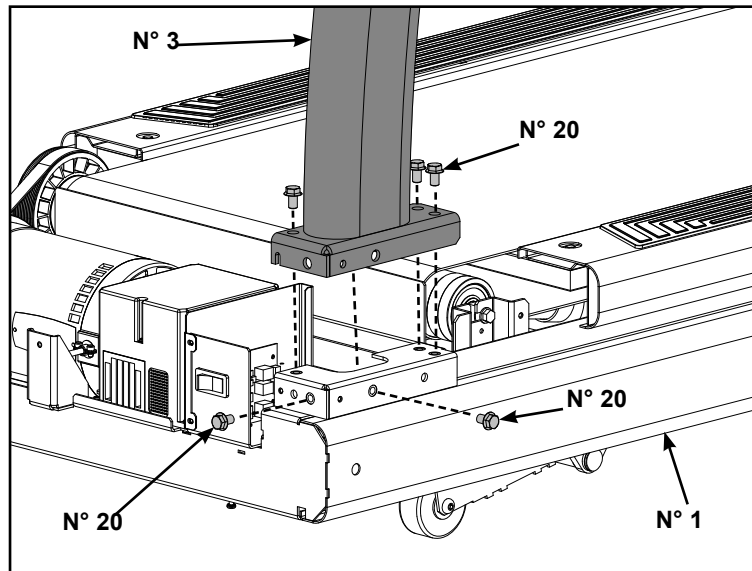

Figure 3
- B. Posez avec précaution le montant gauche (n° 3) sur la base (n° 1), tel qu'illustré. Reportez-vous à la figure 3.
- C. À l'aide d'une clé à douille de 9/16 po, serrez partiellement chacun des cinq boulons de 3/8-16 x 0,625 po (n° 20). Reportez-vous à la figure 3.
- F. À l'aide d'une clé à douille de 9/16 po, serrez complètement les dix boulons de 3/8-16 x 0,625 po (n° 20) fixant les montants à la base. Reportez-vous à la figure 3.